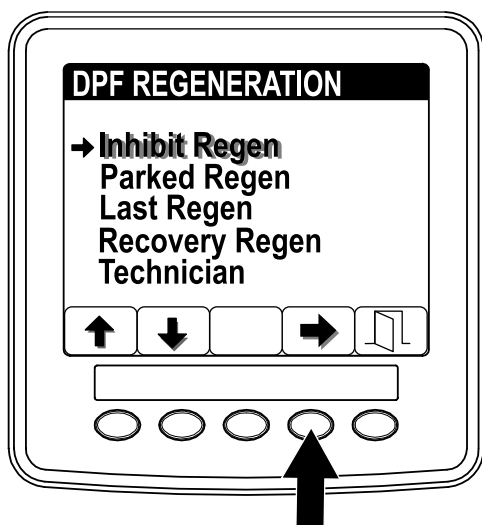

Рисунок 12
1. Перейдите к меню DPF Regeneration (Регенерация DPF) и нажмите кнопку 1 или 2 для прокрутки вниз к опции Inhibit Regen (ЗАПРЕТ РЕГЕНЕРАЦИИ) (Рисунок 12).
2. Нажмите кнопку 4 для выбора позиции Inhibit Regen (Запрет регенерации) (Рисунок 12).